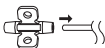

Figura 5. Applicazione del manicotto di ancoraggio con alette a V.
17. Fare scorrere il manicotto di ancoraggio con alette a V sopra il segmento spinale (Figura 5 a pagina 96) fino a posizionare il manicotto il più vicino possibile al punto di inserimento nella fascia.